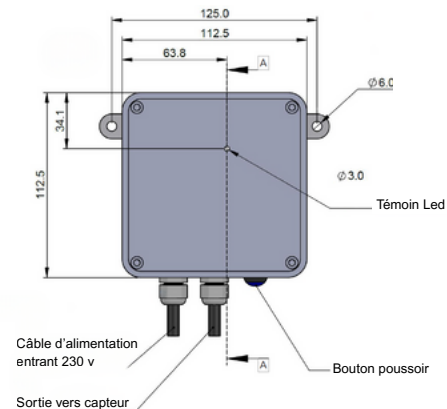

Figure 4
2. Utiliser les pattes de montage externes prévues sur le boîtier pour le monter à l'emplacement voulu. Voir **Figure 4** pour les dimensions de montage.